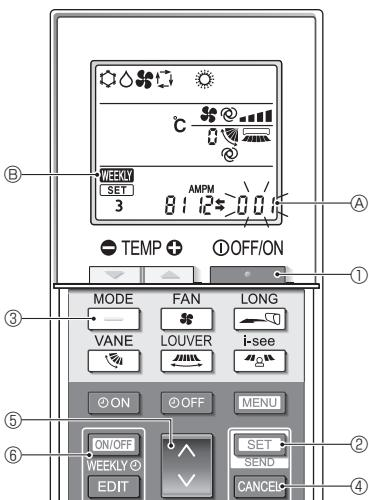

Fig. 6-7
6.8.8. Cómo desactivar el funcionamiento en modo Auto (Fig. 6-7)
1.Pulse el botón ① para detener el acondicionador de aire.
• Si el temporizador semanal está activado, pulse el botón ⑫ para desactivarlo. (⑬ desaparece).
2.Pulse el botón ⑫ durante 5 segundos.
3.Pulse el botón ⑬ ⑯.
4.Completar los ajustes (Fig. 6-7)